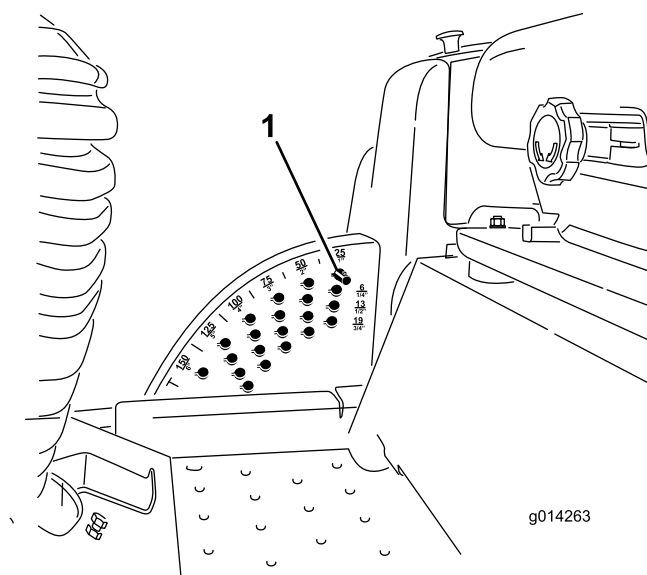

Figure 16
Remarque: Pour bloquer le plateau de coupe en position relevée, levez le plateau au-delà de la position 15 cm, retirez la goupille de butée de hauteur de coupe (voir Réglage de la hauteur de coupe), et placez-la à la position 15 cm (Figure 16).
1. Lorsque le moteur tourne, repoussez la commande de relevage plateau de coupe en arrière jusqu'à ce que le plateau soit complètement relevé et **relâchez immédiatement la commande** (Figure 16).
2. Pour régler la hauteur de coupe, tournez la goupille de butée jusqu'à ce que la saillie s'aligne sur les fentes dans les trous du support de hauteur de coupe et déposez-la (Figure 16).
3. Placez la goupille dans le trou du support correspondant à la hauteur de coupe voulue et tournez-la pour la verrouiller en place (Figure 16).
Remarque: Il y a quatre rangées de trous (Figure 16). La première rangée donne la hauteur de coupe indiquée au-dessus de la goupille. La deuxième rangée donne la hauteur indiquée plus 6 mm. La troisième rangée donne la hauteur indiquée plus 12 mm. La dernière rangée donne la hauteur indiquée plus 18 mm. Un seul trou, situé dans la deuxième rangée, correspond à la hauteur 15,8 cm. Il n'ajoute pas 6 mm à la hauteur de 15,8 cm.